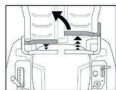

FIG.15B
2. PARA VIRAR PARA A ESQUERDA, MOVA A ALAVANCA DE CONTROLE DE ACIONAMENTO ESQUERDA DE VOLTA PARA A ALAVANCA DIREITA. (FIG.15B)